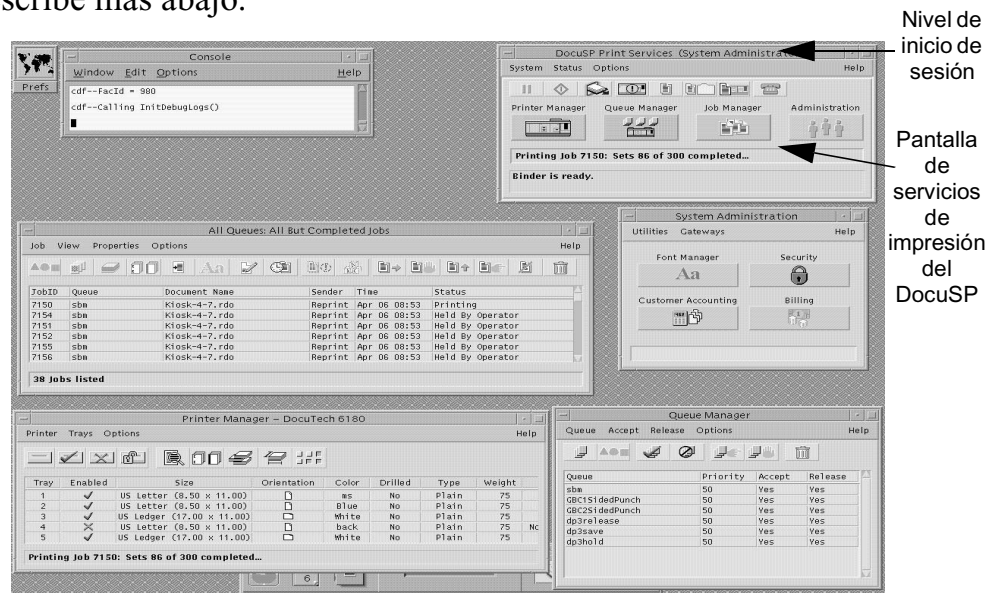

Figura 1-1: Pantalla del monitor 61XX
- a) Vaya a la pantalla Servicios de impresión del DocuSP tal como se indica en la figura 1-1.